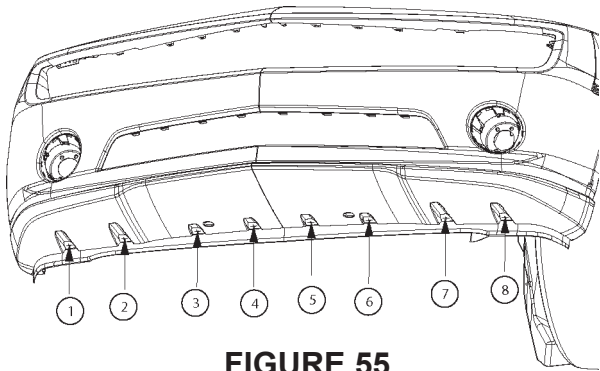

FIGURE 55
17. Utiliser les 8 lignes croisées sur le rebord arrière du revêtement comme guide, percer des trous de 0,64 cm (1/4 po) dans le revêtement et le carénage. Se reporter à la Figure 55.